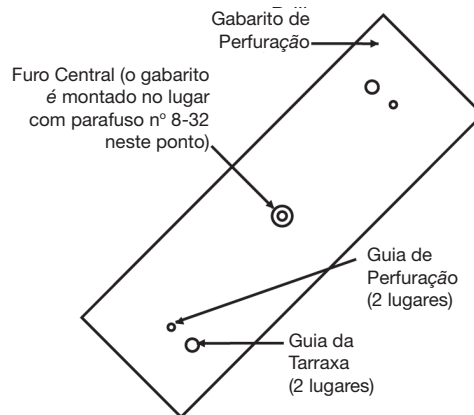

Figura 4-7. Gabarito de Perfuração e Tarraxa.
2. Vide Figura 4-7. Começando com a localização da Microcell™ A, fixe o gabarito de perfuração no furo de montagem do gabarito através do furo central, usando o parafuso sextavado nº 8-32. Use um nível para garantir a orientação correta (ângulo de 45° em relação à horizontal).